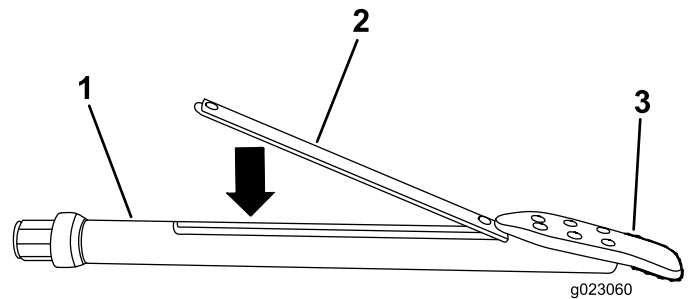

Bild 39
3. Setzen Sie das Ortungsgerät in das Sondengehäuse so ein, dass das vordere Ende zur Bohrkronen zeigt (Bild 39).